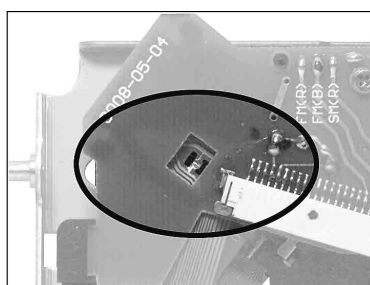

Fig. 18
- Schutzlötstelle (Fig. 18) zulöten.
- Close the protective solder joint (Fig. 18).